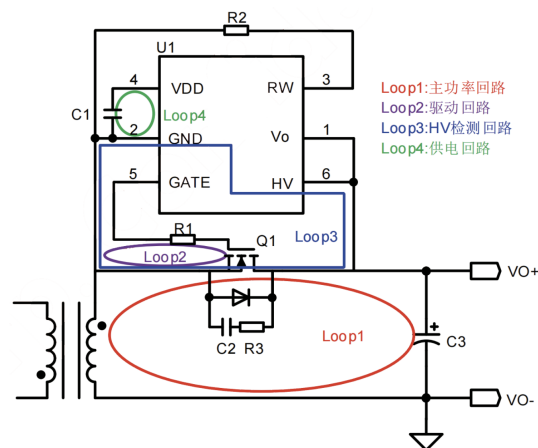
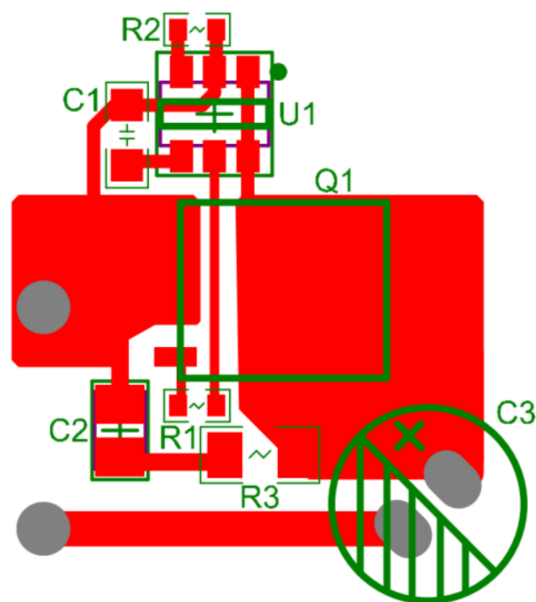

图5
图6
PCB 设计对同步整流的性能会产生显著影响, 设计同步整流电路时建议参考图5和图6的内容。
7.图6为PCB 布局设计参考, 包含同步流控制器, PDFN 封装的 MOSFET 及变压器副边引脚和输出滤波电容等。其中 R3 和 C2 构成同步整流 MOSFET 的吸收电路, RC吸收电路尽可能小。